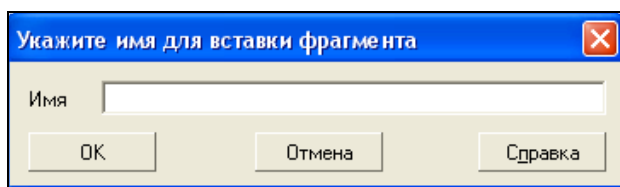

Рис. 2.30. Диалоговое окно **Укажите имя для вставки фрагмента**
- ♦ нажмите кнопку **Заккрыть** или из Строки меню вызовите команду **Файл ► Сохранить ► В документ-владелец**. Система выведет на экран диалоговое окно **Укажите имя для вставки фрагмента** (рис. 2.30);